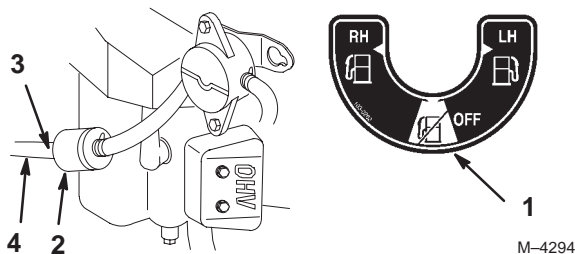

Figure 39
6. Posez un filtre neuf et rapprochez les colliers de fixation du filtre (Fig. 39).
2. Fermez le robinet d'arrivée de carburant (Fig. 39).
3. Desserrez le collier de serrage au niveau du filtre à carburant et repoussez-le le long de la conduite d'alimentation pour l'éloigner du filtre (Fig. 39).
4. Débranchez la conduite d'alimentation du filtre (Fig. 39).
5. Ouvrez le robinet d'arrivée de carburant des réservoirs gauche et droit, et laissez le carburant s'écouler dans un bidon ou un bac de vidange (Fig. 39).
6. Raccordez la conduite d'alimentation au filtre. Rapprochez le collier de serrage du filtre pour fixer la conduite d'alimentation (Fig. 39).